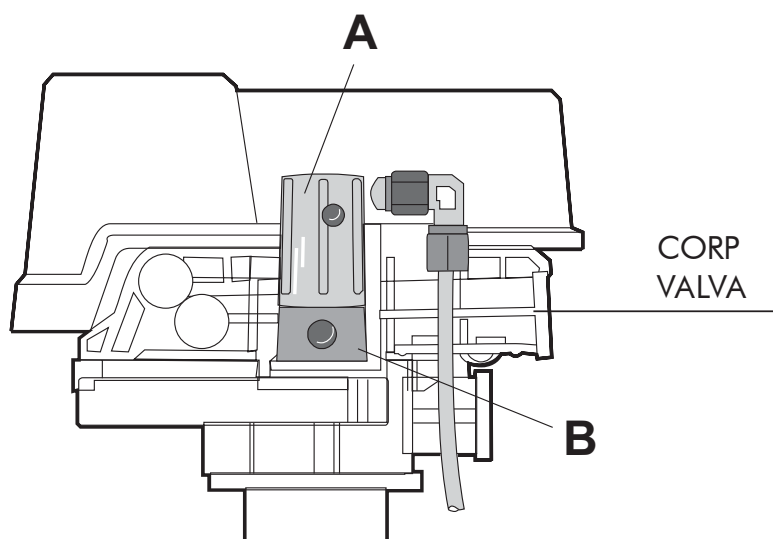

Fig. 7
- Introduceți piesa B între corpul valvei și dispozitivul de control aer (air-check) și fixați adaptorul cu șuruburile din dotare (vezi Fig. 7 poz. A și B). Sfera air-check trebuie îndepărtată (v. Fig. 8 poz. A).
- Poziționați unitatea de control pe fisele port-electrozi (vezi fig. 9 poz. C). Conectați cablul la unitatea de control (vezi fig. 9 poz. D) iar celălalt capăt la timer-ul valvei (vezi Fig. 7 poz. E).